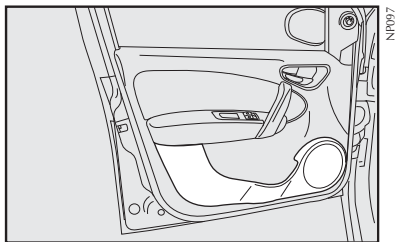

fig. 72
- painéis de portas **fig. 72**;